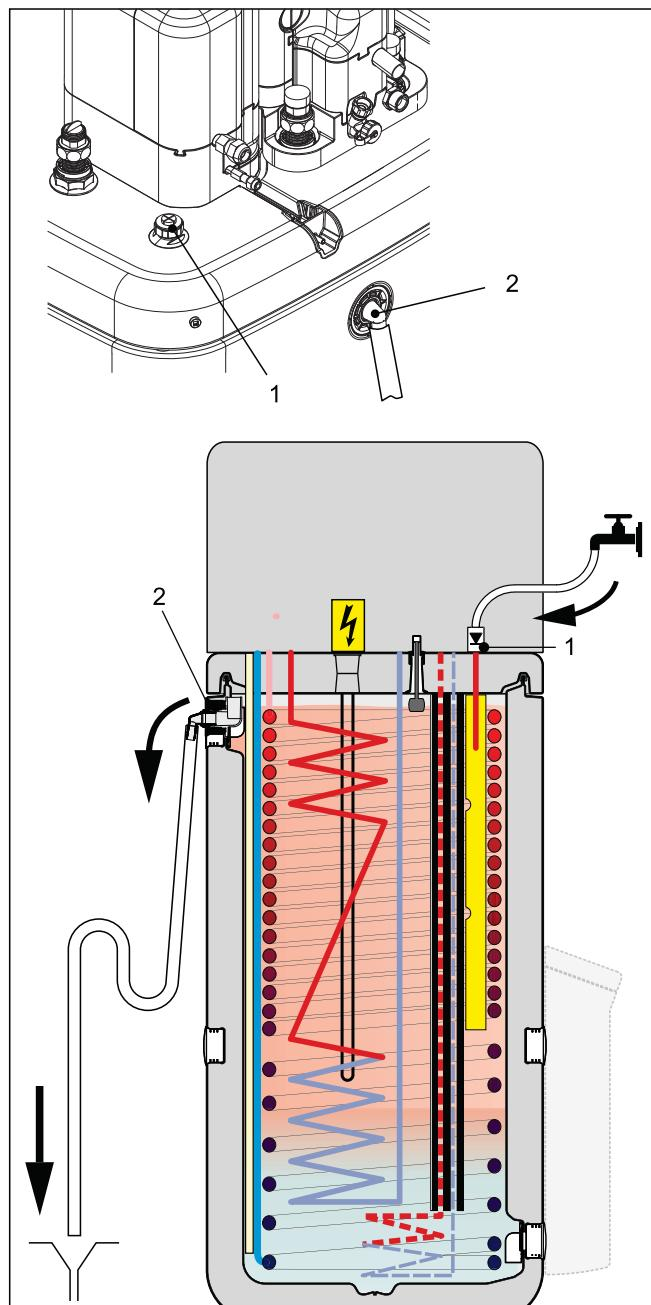

Bild 7-1 Befüllung Pufferspeicher - ohne angeschlossenes Drain-Back Solar-System
- 1 Füllschlauch mit Rückflussverhinderer (1/2") an den Anschluss "Solar - Vorlauf" (Bild 7-1, Pos. 1) anschließen.
- 2 Speicherbehälter des Innengeräts **befüllen bis Wasser an dem Überlaufanschluss** (Bild 7-1, Pos. 23) austritt.
- 3 Speicherbehälter des Innengeräts **befüllen bis Wasser an dem Überlaufanschluss** (Bild 7-1, Pos. 23) austritt.